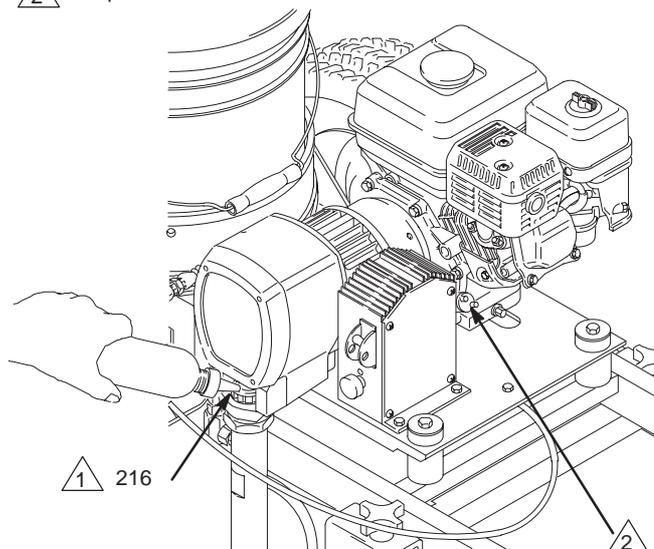

Fig. 2
4. Llenar la tuerca prensaestopas/cubeta húmeda (216) hasta 1/3 de su capacidad con líquido de obturación de garganta Graco (TSL), suministrado, y mantenerla llena, para prolongar la vida útil de la bomba. Véase la Fig. 2.
5. Verificar el nivel de aceite del motor. Véase el manual del motor Honda, suministrado. Este es un resumen de la información: retirar uno de los tapones de llenado de aceite (A); el aceite debe estar casi rebosando. Véase la Fig. 2. Añadir aceite según convenga. También leer la sección **Mantenimiento** en la página 19.